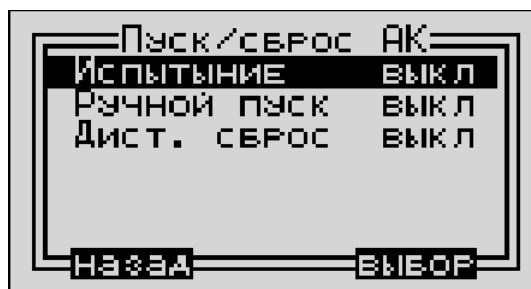

Рисунок 1.8
- в открывшемся окне (рисунок 1.8) клавишей  выбрать строку “ДИСТ. СБРОС” и нажать клавишу “ВЫБОР”. В канал будет послана команда “ДИСТ. СБРОС” для возврата системы АК в исходное состояние.